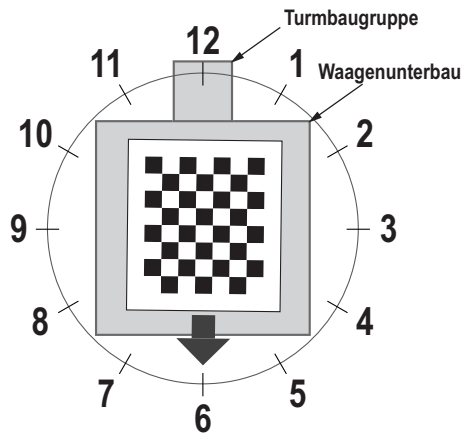

Abbildung 5-8. Drehung auf die 6-Uhr-Position
- Richten Sie das Kalibrierungsobjekt so aus, dass das Fadenkreuz zentriert ist. Drehen Sie das Kalibrierungsobjekt auf die 6-Uhr-Position aus und nehmen Sie dabei die Turmbaugruppe als 12-Uhr-Position an (Abbildung 5-8).